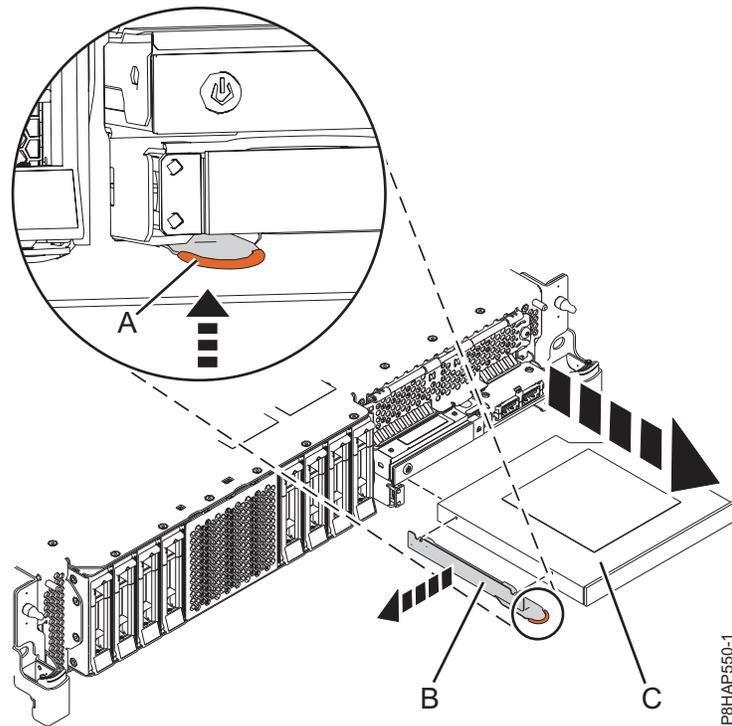
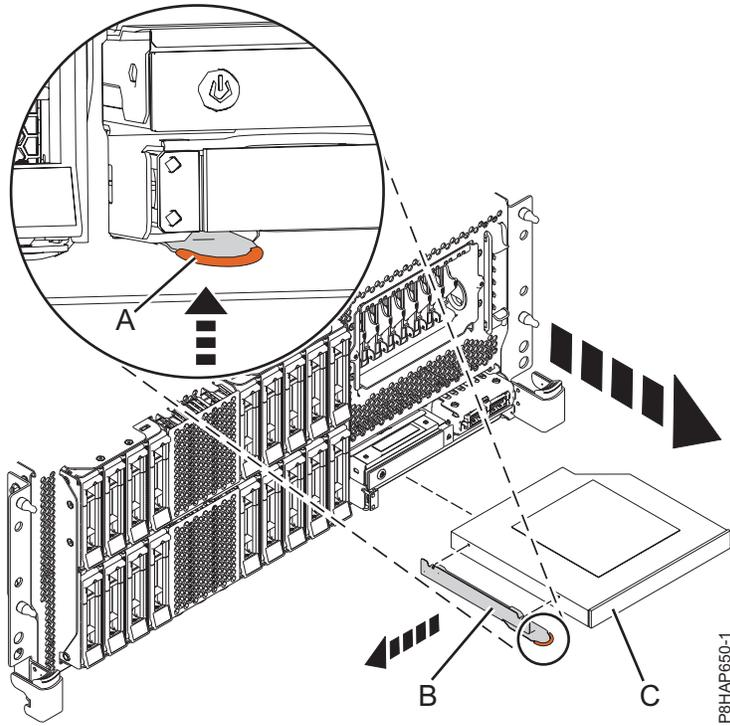
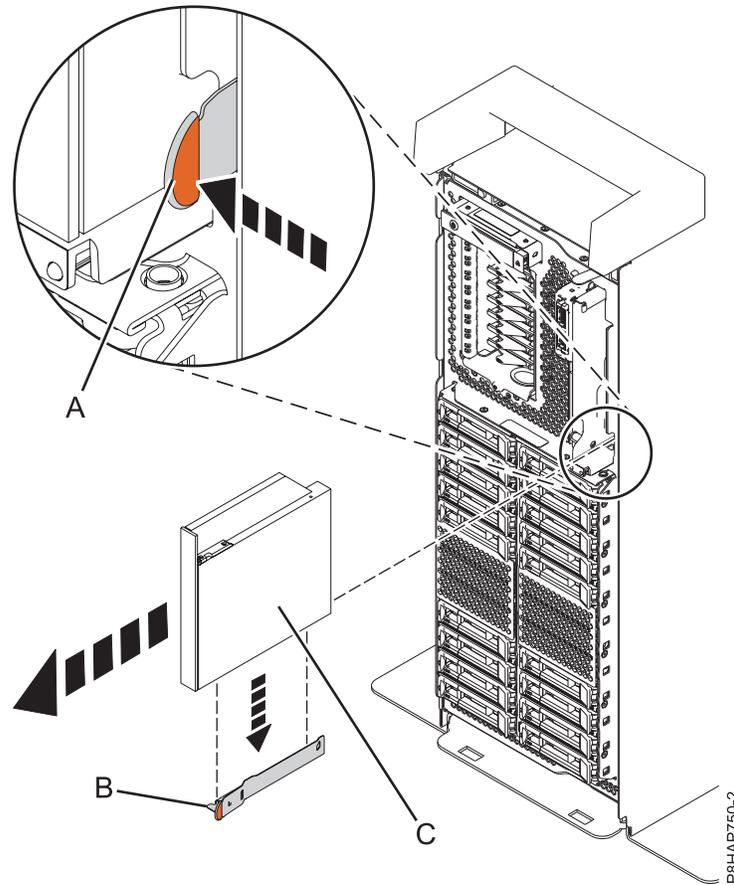

Abbildung 46. Flache Einheit für austauschbare Datenträger ausbauen - System 5148-21L, 5148-22L, 8247-21L, 8247-22L, 8284-21A oder 8284-22A
Abbildung 47. Flache Einheit für austauschbare Datenträger ausbauen - Einschubsystem 8247-42L, 8286-41A oder 8286-42A
Abbildung 48. Flache Einheit für austauschbare Datenträger ausbauen - eigenständiges System
Für ein System vom Typ 5148-21L, 5148-22L, 8247-21L, 8247-22L, 8284-21A oder 8284-22A gilt Abb. 46, für ein Einschubsystem vom Typ 8247-42L, 8286-41A oder 8286-42A gilt Abb. 47 auf Seite 60 und für ein eigenständiges System vom Typ 8286-41A gilt Abb. 48 auf Seite 61.
6. Ziehen Sie die flache Einheit für austauschbare Datenträger (C) in der Richtung aus dem System, die in Abb. 46 auf Seite 59, Abb. 47 auf Seite 60 oder Abb. 48 dargestellt ist.
8. Wenn Sie die Flache Einheit für austauschbare Datenträger im Rahmen einer anderen Serviceprozedur ausbauen, bauen Sie die Halterung (B) nicht aus der flachen Einheit für austauschbare Datenträger aus.
9. Wenn Sie die fehlerhafte Flache Einheit für austauschbare Datenträger ausbauen und durch eine neue Flache Einheit für austauschbare Datenträger ersetzen, müssen Sie die Halterung (B) ausbauen, damit diese mit der neuen Einheit für austauschbare Datenträger verwendet werden kann. Halten Sie zum Ausbau der Halterung den terrakottafarbenen Kontaktpunkt fest und ziehen Sie die Halterung aus der Einheit für austauschbare Datenträger heraus; siehe Darstellung in Abb. 46 auf Seite 59, Abb. 47 auf Seite 60 oder Abb. 48.
10. Bewahren Sie die Halterung (B) an einem sicheren Ort auf.